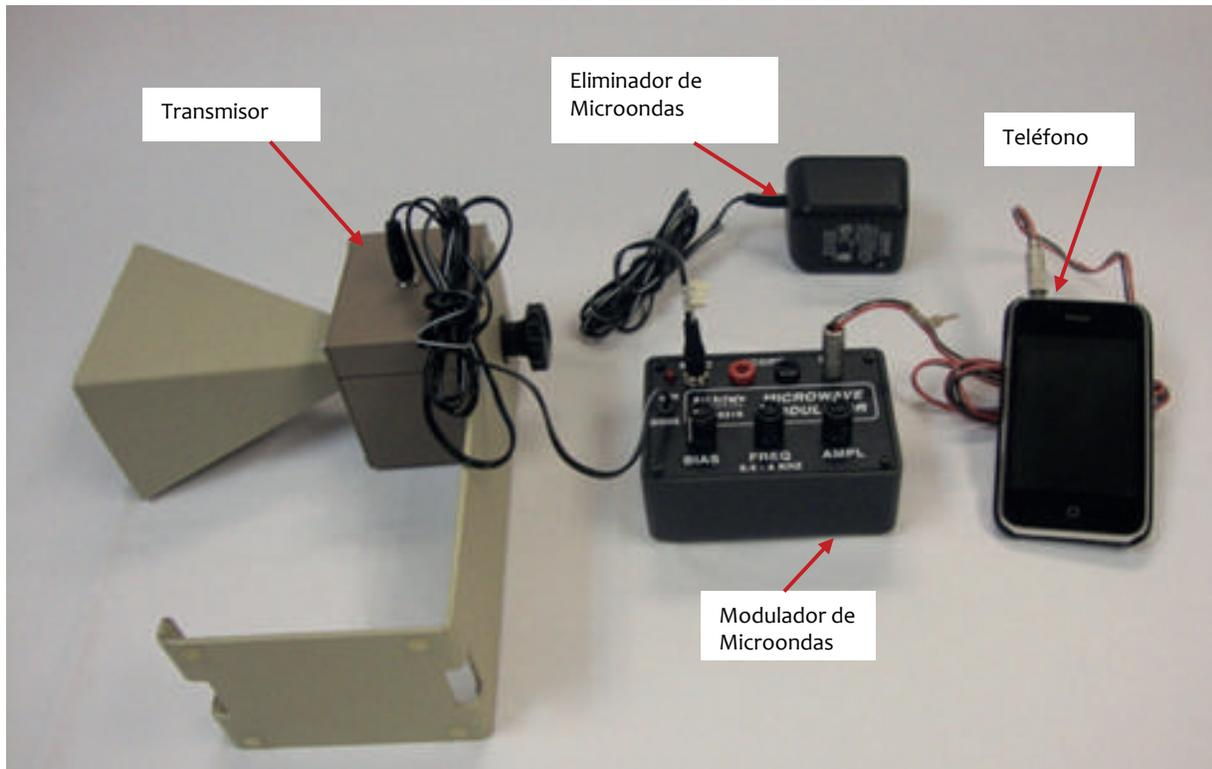

Figura 9.2. Modulador de microondas
- a) De acuerdo a la figura 9.2, en el modulador de microondas conecte: